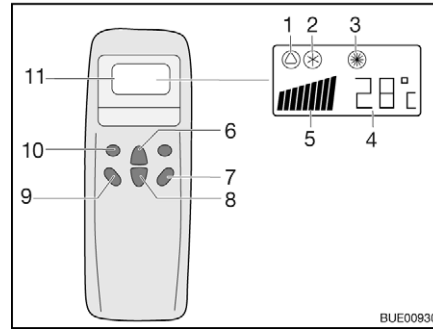
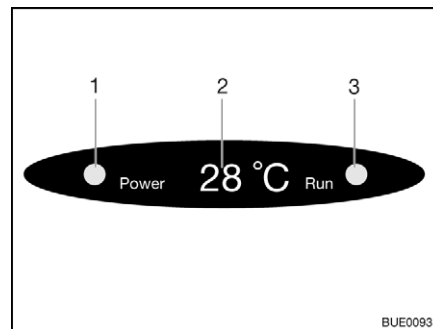

Fig. 178 Telecomando
Fig. 179 Display su diffusore
- Premere il tasto "ON/OFF" (Fig. 178,7).
- Premere il tasto "Mode" (Fig. 178,10) spesso, finché la modalità desiderata (Fig. 178,1, 2 o 3) viene visualizzata sul display. La spia di controllo relativa sul display sul diffusore (Fig. 179,3) si accende.
- Con i tasti di aumento della temperatura (Fig. 178,6) o di riduzione della temperatura (Fig. 178,8) regolare la temperatura desiderata.
- Con il tasto numero di giri ventola (Fig. 178,9) selezionare il livello desiderato per la ventola.